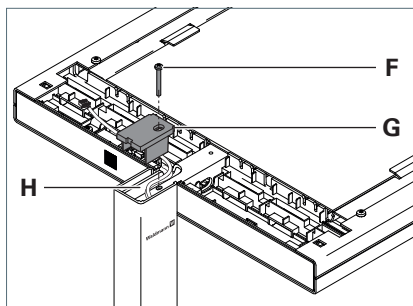

Fig. 3: Fissare la testa dell'apparecchio.
- Posizionare la copertura **G** dall'alto sul braccio portante, vedi Fig. 3.